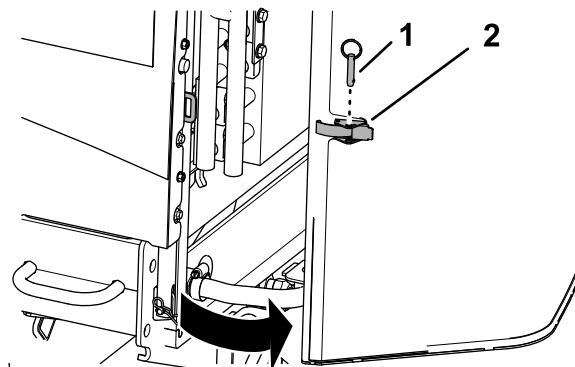

Figura 61
1. Îndepărtați urubul cu cap sferic de clichetul ecranului (Figura 61).